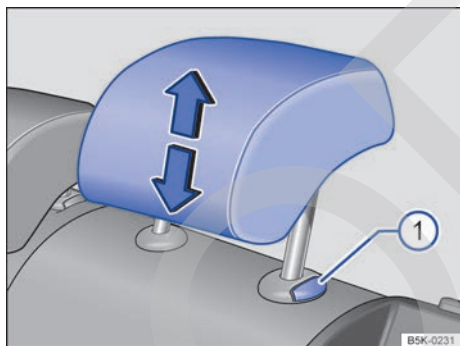

Fig. 79 Ajuste de los apoyacabezas traseros.
- Desplace el apoyacabezas hacia arriba o, a la vez que presiona la tecla → fig. 79 ①, hacia abajo en el sentido de la flecha correspondiente → ⚠ en *Introducción al tema* de la pág. 100.